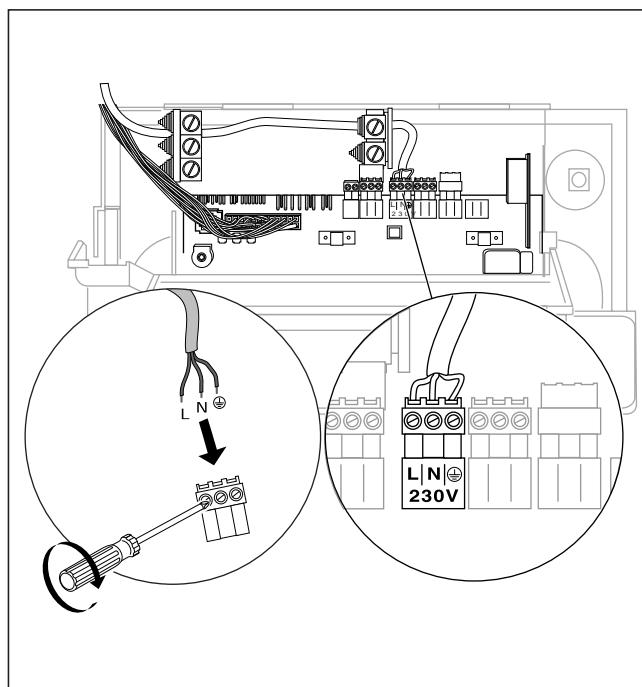

Рис. 4.4 Присоединение провода подключения к сети
Провод подключения к сети и все прочие соединительные кабели (например, кабель отопительного насоса и т.д.) могут быть присоединены к зажимам предусмотренных для этой цели штекеров системы Pro E (смотри рис. 4.4). Кабели с сетевым напряжением и кабели низкого напряжения (например кабели датчиков) должны прокладываться пространственно раздельно.
- Проложите сетевой провод к штекерам системы Pro E в котле. Присоедините сетевой провод к клеммам штекера подключения сети системы Pro E (смотри рис. 4.4 и 4.5).